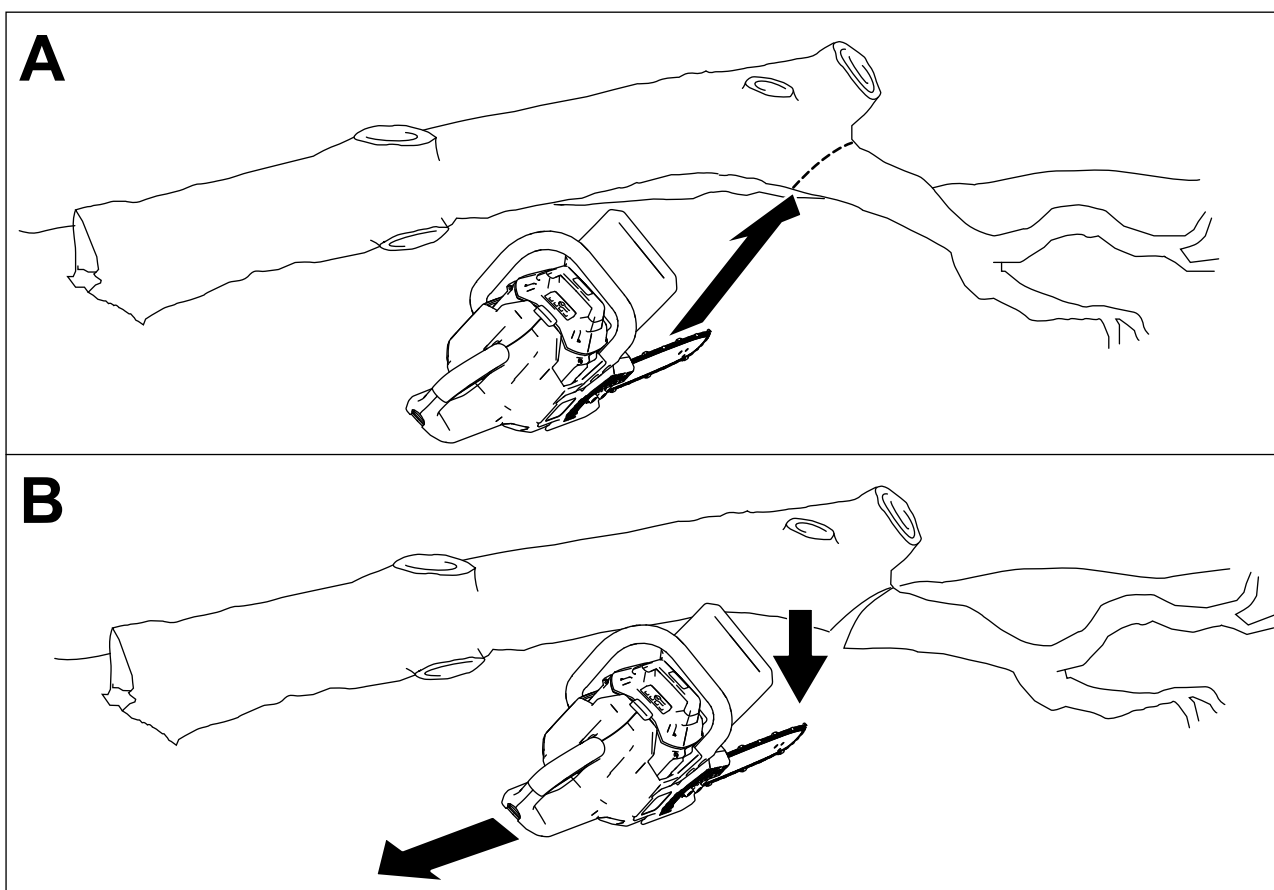

Figura 18
3. Corte os ramos maiores que suportam o peso da árvore de baixo para cima de forma a que os ramos não entalem a corrente da serra (Figura 18).